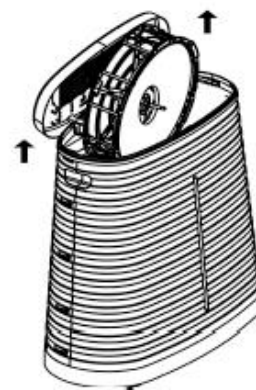

Figure.5
- Fjern hjulet med puter forsiktig (fig 5).